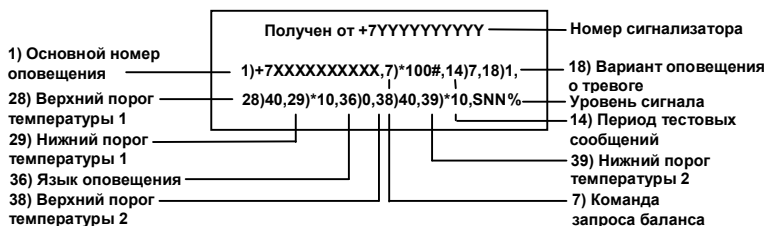

Рис.8 Пример SMS с настройками
Сигнализатор отправляет на номера «1sms» ... «6sms» сообщения о тревоге (рис.5). На номер «1sms» так же приходят сообщения с настройками (п.2.4, рис.8), тестовые сообщения содержащие баланс и сообщения об автовозврате в «Дежурный» режим (рис.6).
4. По окончании одной минуты после последнего звонка, сигнализатор на основной номер отправит SMS с настройками (рис. 8) и перейдет в «Дежурный» режим.